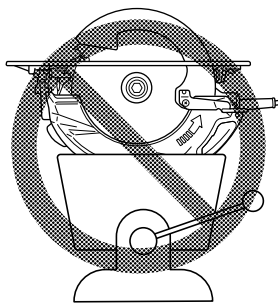

Fig. 4
*Ceci serait extrêmement dangereux et pourrait entraîner de graves accidents. (Fig. 4)*